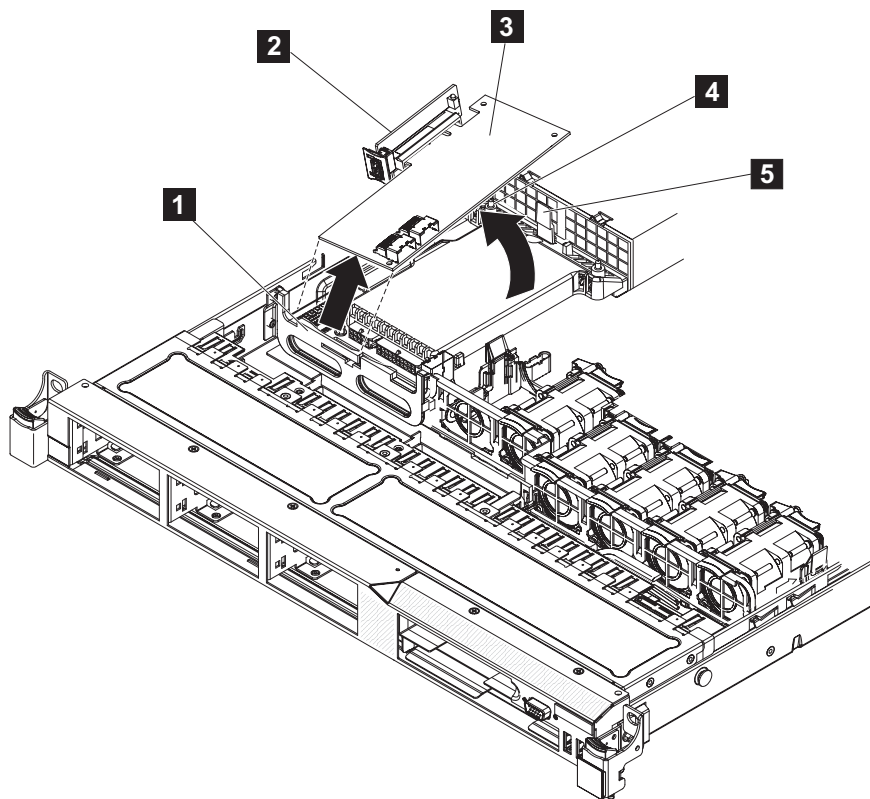

図 203. ディスク・コントローラーの前面保持ブラケットを外して、ライザー・アセンブリーとディスク・コントローラーを取り外す
11. ディスク・コントローラーと USB ライザー・カード・アセンブリー (**2**) がシステム・ボード上のコネクタから外れるまで、ディスク・コントローラー (図 203 の **3**) を引き上げます。